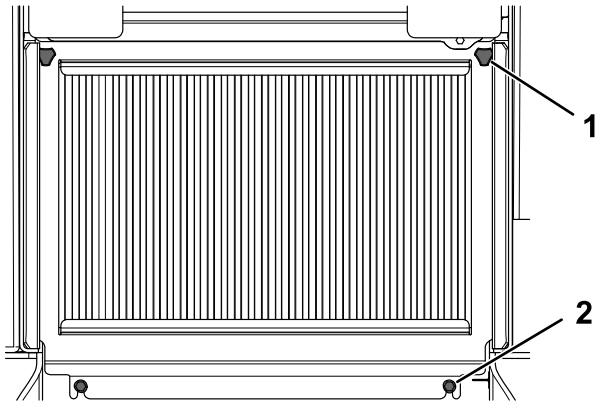

Figure 43
2. Desserrez les 2 boulons qui fixent le bas du panneau de protection (Figure 43).
3. Desserrez les 2 boutons sur le panneau de protection (Figure 43).
1. Bouton (2)
2. Boulon (2)
4. Soulevez le panneau de protection et déposez-le (Figure 43).